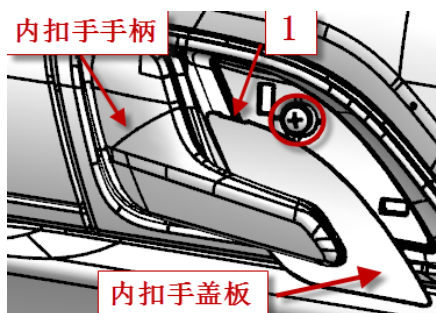

图9-1-3内扣手盖板拆卸示意图
(1) 如图 9-1-3，先拉开内扣手柄，用缠有保护胶带的小号一字螺丝刀沿箭头 1 所指缺口处将车门内扣手盖板将其撬出，然后用十字螺丝刀拧出圆圈中的螺钉（1 个）；